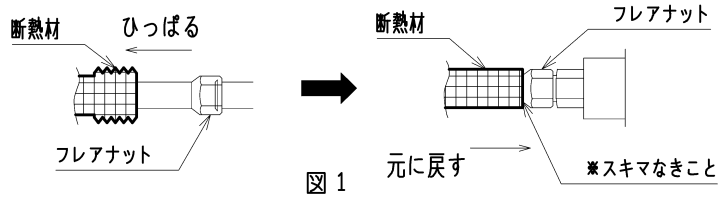

図1
1. 現地冷媒配管にフレアナットを差込み、フレア拡張する際に断熱材を引っ張り拡張後、銅管が露出しないように断熱材を元に戻してください。（図1）